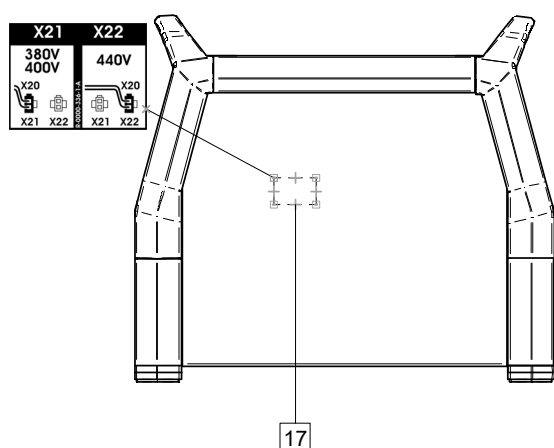

Рисунок 3
- Установить перемычку X20 (см. рис. 3) в правильное положение: